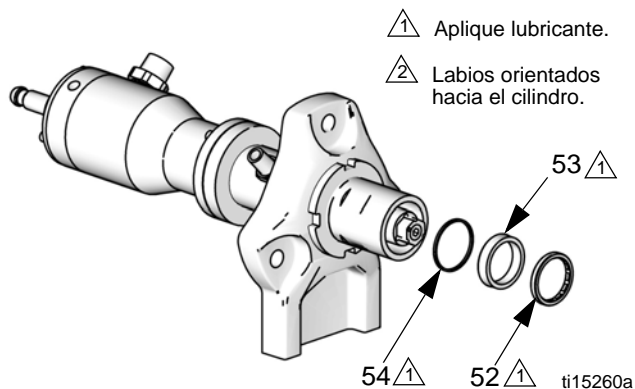

Fig. 13. Junta de copa en U del pistón
7. **Modelos con copa en U:** Retire el cojinete (52), la copa en U (53) y la arandela (54). Vea la FIG. 13, página 15.